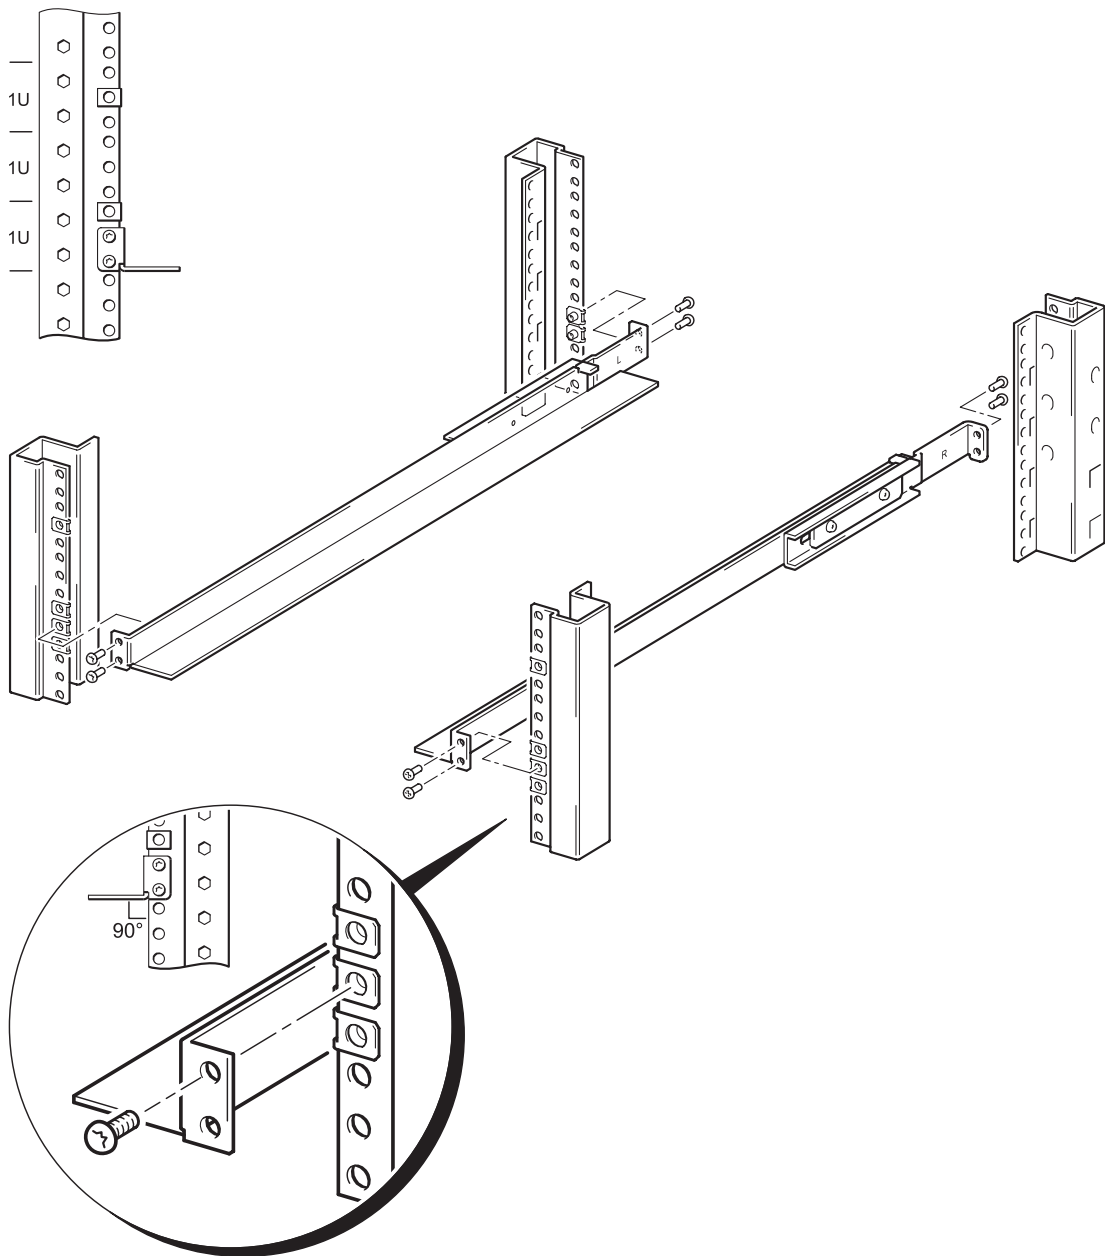

Abb. 3a: Anbringen von Montageschienen (bei runden Öffnungen)
- 1** Werfen Sie einen Blick auf Abb. 3a. Richten Sie eine Montageschiene so aus, dass der Flansch an der Rückseite der Schiene über die hintere Rack-Säule greift und die beiden Öffnungen im Flansch der Schiene an den beiden Klemmmuttern ausgerichtet sind. Dies lässt sich wesentlich einfacher zu zweit erledigen.